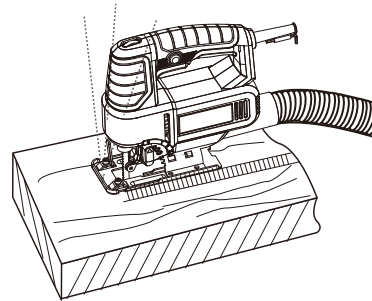

Fig. 15
- > Ajuste el ángulo de corte al valor deseado; asegúrese de que los pernos de cabeza hexagonal (20) están bien apretados. Para un trabajo preciso, realice primero cortes de prueba en material de desecho de la pieza de trabajo. Revise el corte y reajuste el ángulo hasta conseguir el corte correcto.
- > Coloque la placa base (11) plana sobre la pieza de trabajo y desplace el producto hacia delante a velocidad uniforme (Fig. 15).